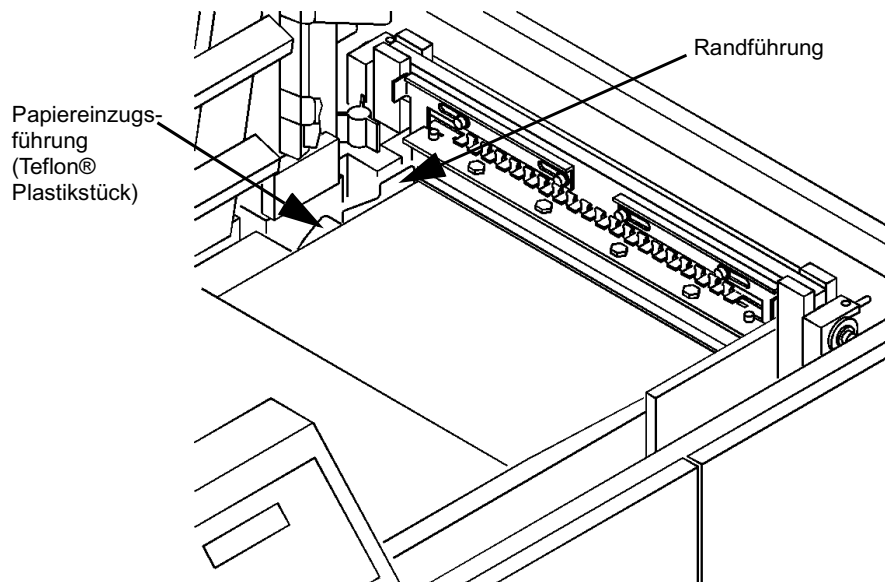

Abbildung 4-3: Randführung und Papiereinzugsführung
- 5 Klappen Sie die Blattauswurfvorrichtung hoch. Reinigen Sie die grünen Riemen unter den Bändern, den Sensorreflektor und den Sensor (unter dem Loch in der Trägerplatte) mit Isopropylalkohol und einem sauberen, fusselfreien Tuch. Reinigen Sie die Randführung und die Papiereinzugsführung, wie in Abbildung 4-3 gezeigt. Sehen Sie auch nach, ob sich auf der Trägerplatte Papierstaub oder Toner angesammelt hat.